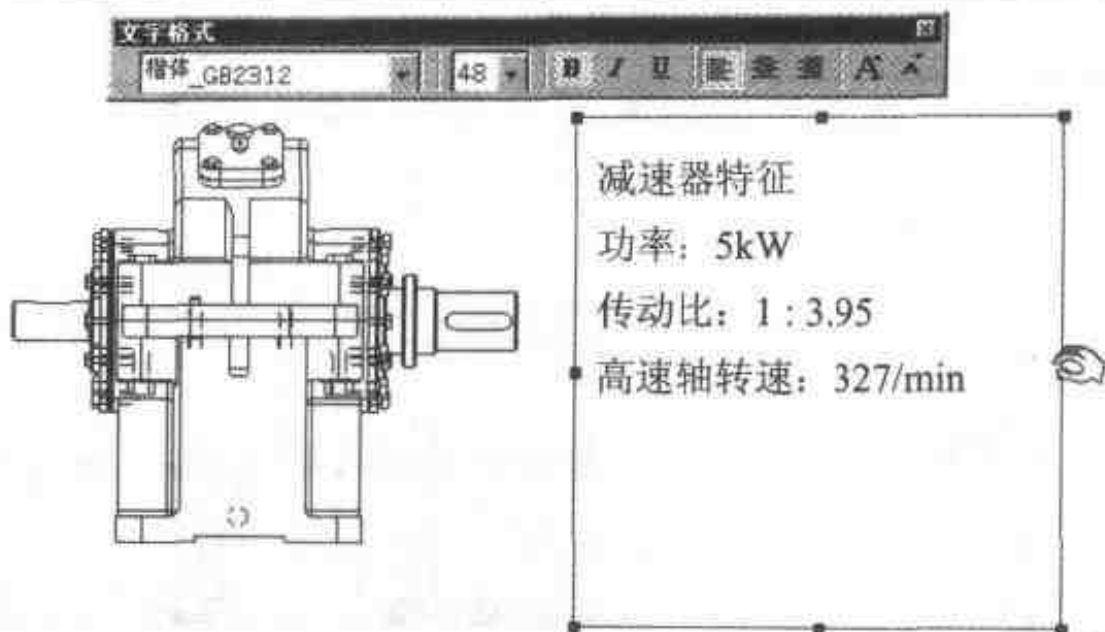

图 3.203 输入文字框
- (8) 单击【文字】按钮，拖动矩形在左视图的右侧生成一文字框，用来说明减速器的技术特性，有关文字的属性参数参见图 3.203 所示的【文字格式】工具条中的内容，图中的手形光标表示可以随意改变文字框的大小和位置。